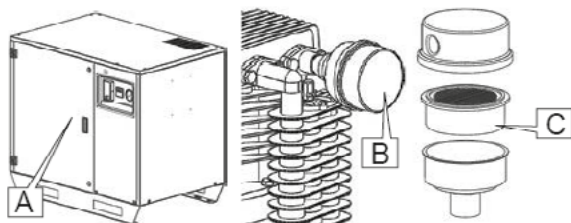

Fig. 13
- 3 Ouvrez la porte à l'aide de la clé fournie (pos. A, fig. 13).
- 4 Dévissez le bouchon (pos. B, fig. 13), retirez la cartouche et remplacez-la par une nouvelle.